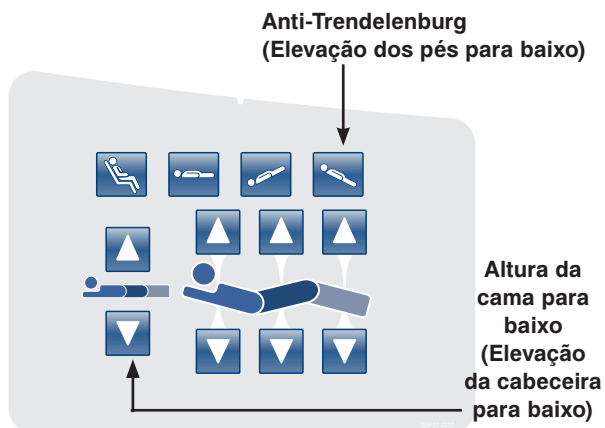

Figura 7: Painel de comando da grade lateral da cabeceira -
5. Baixe a cama para a posição mais baixa. Prima os botões **Altura da cama para baixo** (Elevação da cabeceira para baixo) e **Anti-Trendelenburg** (Elevação dos pés para baixo) em simultâneo, conforme mostrado na Figura 7.